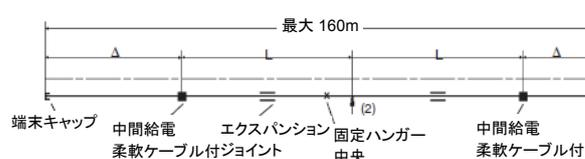

図 2
2. 屋内から屋外へ通過するシステム、温かい空気が逃げるため屋外に取付けられたコンダクターレールの凍結や結露を防止します(図2参照)。代替案として結露防止区画(18ページ参照)があります。厳冬条件では屋外の区画にヒーティングシステム(17ページ参照)を組込むことを推奨します。
給電:コンダクターレールは伸縮区画により分離されているため、それぞれ給電部してください。給電部が屋内にあり屋外に給電する場合は伸縮区画の両側に接続ボックスを設け柔軟な(伸縮できる)ジャンパーケーブルで接続します(図2参照)。
設計上必要な固定点間の距離が最大長さLを超える場合は追加の固定点を取付け、2つ以上のエクspansionジョイントが必要になります(図2、29ページ参照)。
この用途の場合は中間給電の接続ケーブルは柔軟に配置するか、LALやLALG(11ページ参照)の中間給電を使用してハウジングの伸縮に干渉しないようにしてください(図2参照)。